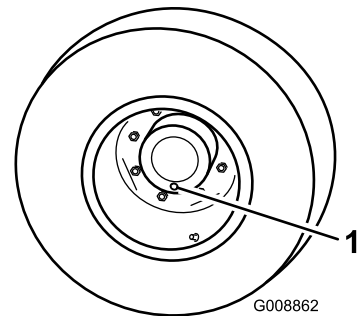

图 54
1. 将机器放在水平地面上将车轮放置为检查塞在最低6点钟位置图 54。